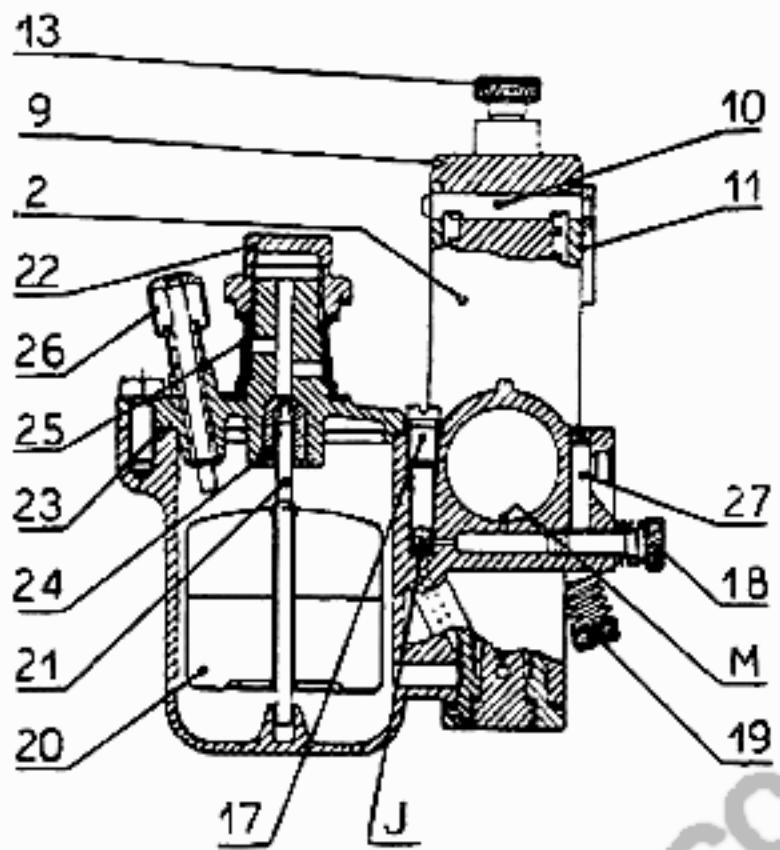

Fig. 10.
a) Il **corpo** contiene tutti gli organi di regolazione indicati nella fig. 10; il getto del massimo (G), il getto del minimo (J) e la vite di regolazione (18), il tubo di emulsione (16). L'en-
Per la regolazione del regime per la marcia al minimo si hanno le due viti (18 e 19) della fig. 10, la prima regola l'arrivo dell'aria in modo da ottenere la giusta dosatura di miscela, la seconda regista la posizione della valvola a cassetto.
c) La **vaschetta** è fusa in un solo blocco con il corpo (2) e contiene i particolari che occorrono per stabilire il livello costante e cioè (fig. 10) il galleggiante (20), l'ago (21) e la sede ago (24).